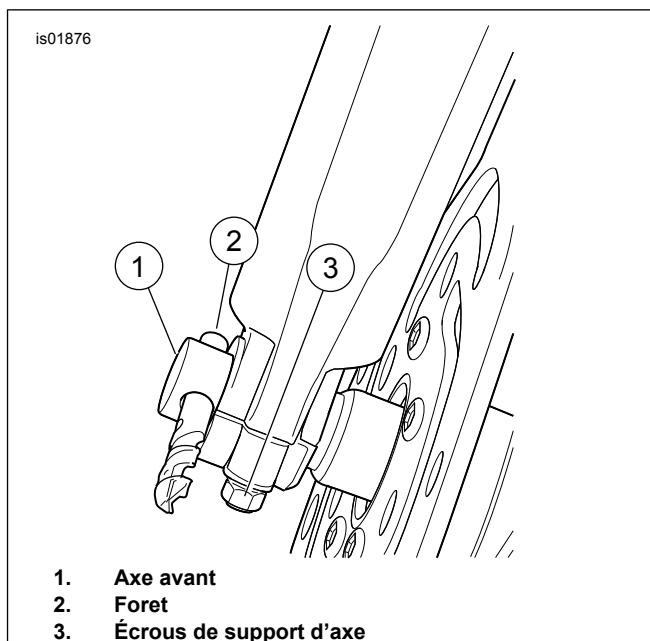

Figure 3. Montage de roue avant (côté droit)
5. Pousser l'axe afin qu'il passe à travers le capteur ABS (H) et que le bras gauche de la fourche entre en contact avec le capteur sur le bras droit de la fourche.
6. Installer la rondelle plate (G) et l'écrou d'axe (F).
8. Voir Figure 3. Insérer un foret de 7/16 pouce (2) dans le trou de l'axe (1).
9. Tirer sur le bras de la fourche jusqu'à ce qu'il entre en contact avec le foret et ensuite resserrer les écrous de support d'axe (3) 14,9–20,3 N·m (132–180 in-lbs).